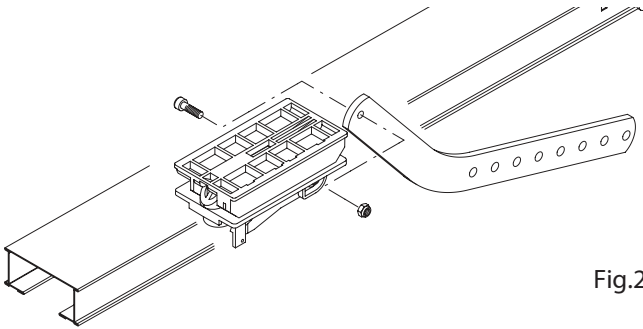

Fig.24
7. Breng de gebogen steun JMP.7 aan op de slede zoals aangegeven in Fig.24 en blokkeer deze met een schroef en moer.